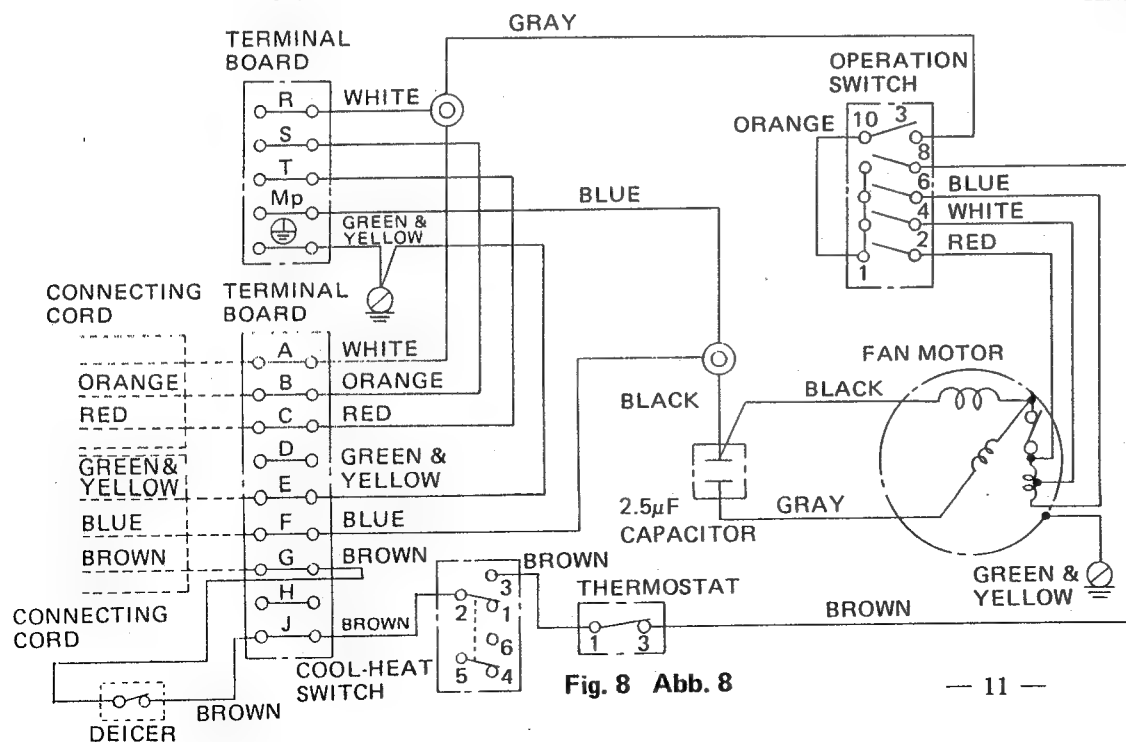

Fig. 8 Abb. 8
3. Change the wiring according to the wiring diagram. (Fig. 8)
3. Die Kabelumlegung ist gemäss Schaltplan vorzunehmen. (Abb. 8)